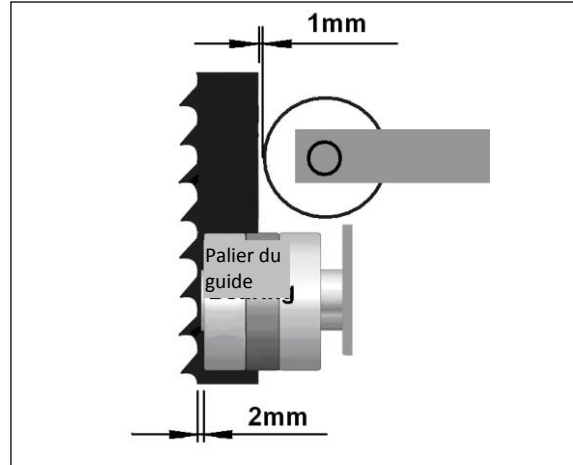

Fig 41
Positionnez l'ensemble du guide vers l'avant/l'arrière afin que les dents restent à une distance d'environ 2mm des rouleaux du guide (Fig 41).
Réglez le rouleau de guide arrière afin que la distance vers la lame de la scie soit de 1mm (Fig 41).
Réglez le rouleau de guide arrière avec la vis de réglage (P) afin que la distance vers la lame de la scie soit de 1mm (Fig 41).